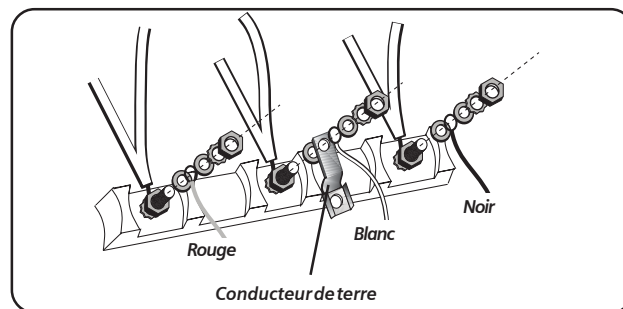

Figure 7
4. Attacher le fil blanc, rondelle ronde, rondelle étoile et écrou DANS CET ORDRE sur le dessus du conducteur de terre sur la tige centrale (voir figure 7).
5. Attacher le fil rouge, rondelle ronde, rondelle étoile et écrou DANS CET ORDRE sur la tige gauche (voir figure 7).
6. Attacher le fil noir, rondelle ronde, rondelle étoile et écrou DANS CET ORDRE sur la tige droite (voir figure 7).